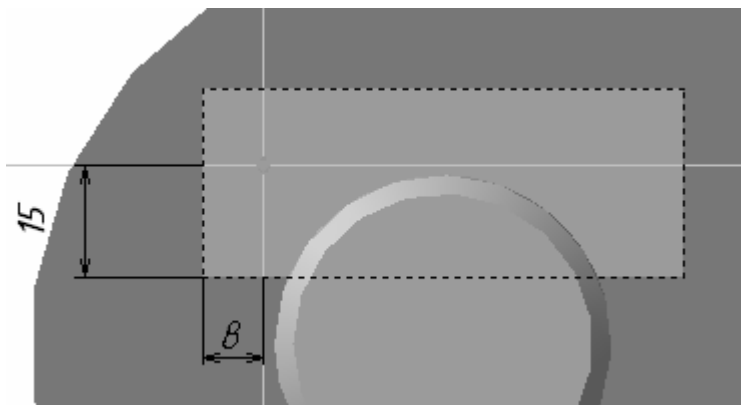

Рис. 9.1. Вспомогательные построения
23. Выполните построение вспомогательных линий так, как это изображено на рис. 9.1.